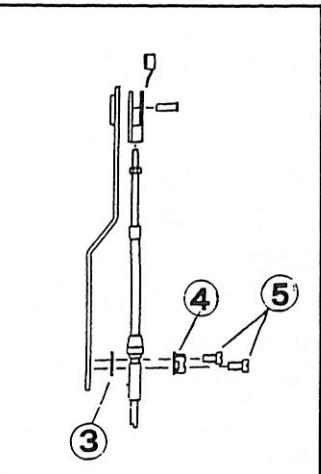

Fig. 2
**4) INSTALLAZIONE DEI CAVI** (fig. 2)
**4) MOUNTING OF THE CABLES** (fig. 2)
**4) INSTALLATION DES CABLES** (fig. 2)